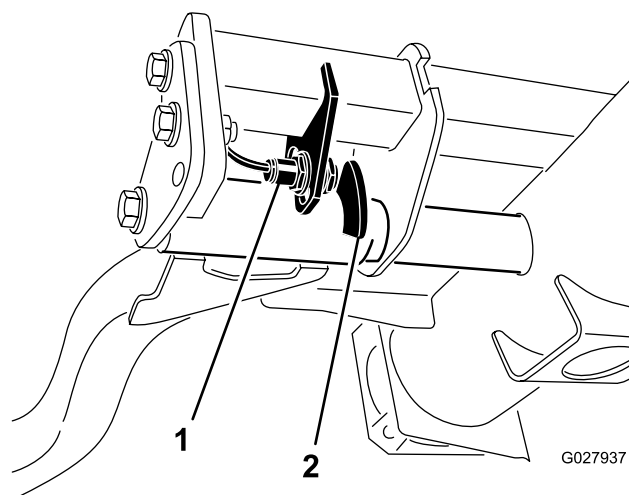

Figura 54
2. El interruptor del brazo de elevación está situado debajo del depósito de aceite hidráulico y detrás del brazo de elevación delantero derecho (Figura 54).
3. Afloje los tornillos de montaje del interruptor y desplace el interruptor hacia abajo para aumentar la altura de giro del brazo de elevación, o hacia arriba para reducir la altura de giro del brazo de elevación (Figura 54).